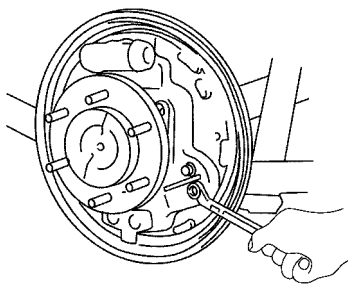

图 15-98 拆下两个螺栓和停车制动器摇臂部件
2) 拆下两个螺栓和停车制动器摇臂部件，如图 15-98 所示。再从停车制动器摇臂托架上拆下摇臂罩。